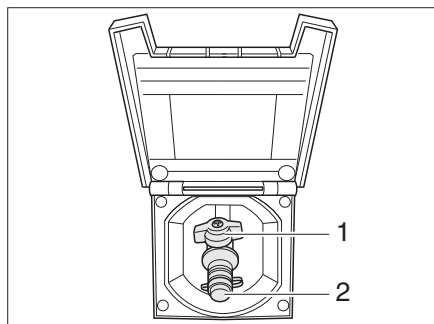

Fig. 159 Raccordement externe de gaz avec robinet d'arrêt de gaz fermé
Le raccordement externe de gaz (Fig. 159) se trouve, selon les modèles, à l'arrière ou sur le côté gauche ou droit du véhicule.
- Raccorder l'appareil à gaz externe sur le raccord (Fig. 159,2).
- Ouvrir le robinet d'arrêt de gaz (Fig. 159,1).